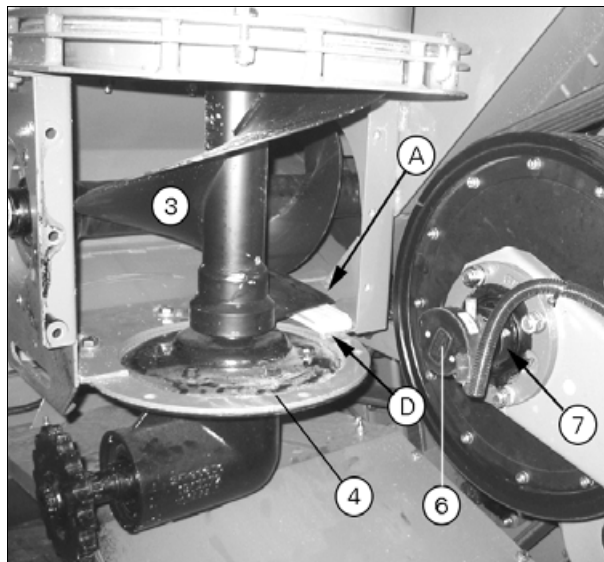

Рис. 14.
- Присоедините провода к коммутатору (6) (рис. 14): красный провод к +, черный провод к –.